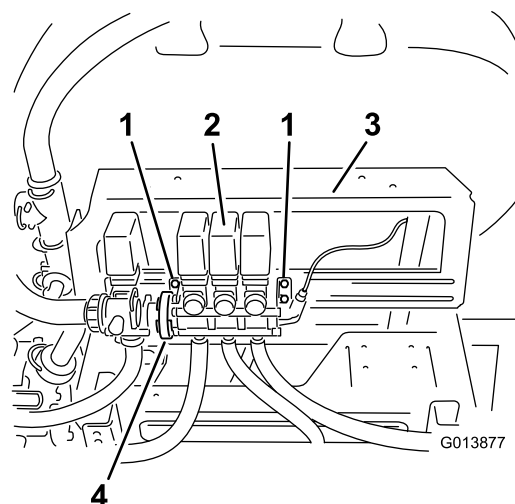

図 4
1. ブームバルブ・アセンブリを取り付けブラケットに固定しているボルトをゆるめる（外さないこと）（図 4）。
2. 攪拌バルブをブームバルブ・アセンブリに固定している既存のワームクランプをゆるめる（図 4）。